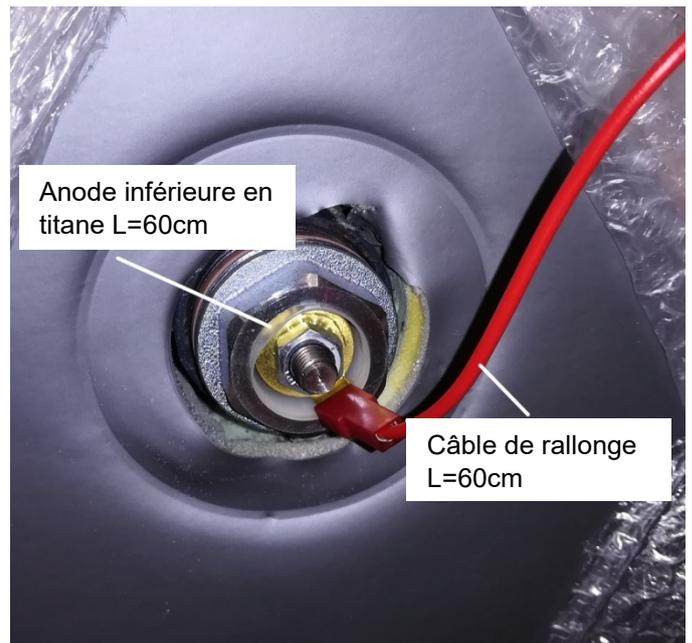

Figure 4 Détail de l'anode inférieure en titane
Étape 7 : Connectez les câbles de prolongation à l'anode inférieure en titane (voir figure 4).